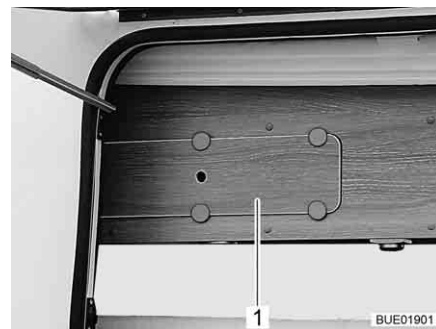

Fig. 178 Copertura sull'armadietto pensile
- Rimuovere la copertura (Fig. 178,1).